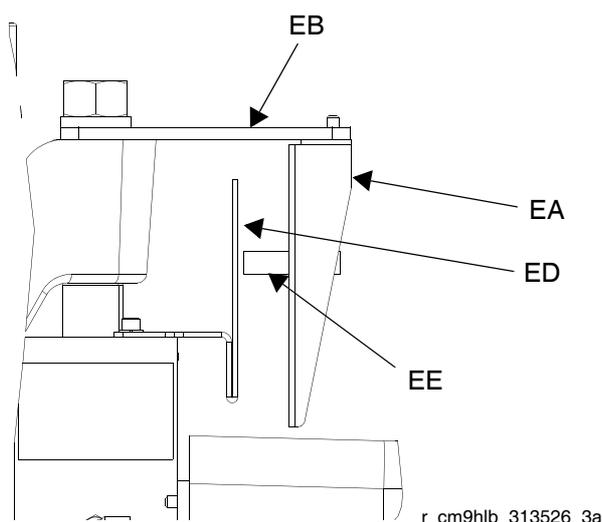

Fig. 10: Sistemas de suministro S20
5. Para los sistemas de suministro S20: una el actuador (ED) a la tapa de extremo de cilindro del ariete, de forma que el sensor pase por delante de la ménsula (ED) con el nivel correcto para bidón con nivel bajo o bidón vacío. Vea la FIG. 10.